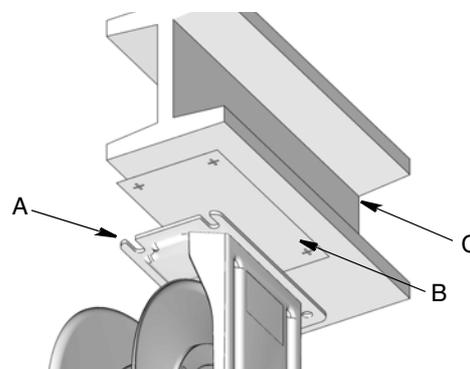

Рис. 9
2. Используйте монтажный шаблон (поз. В на Рис. 9), чтобы наметить расположение монтажных отверстий перед сверлением.
3. Просверлите монтажные отверстия в двутавровой балке (С) (Рис. 9).